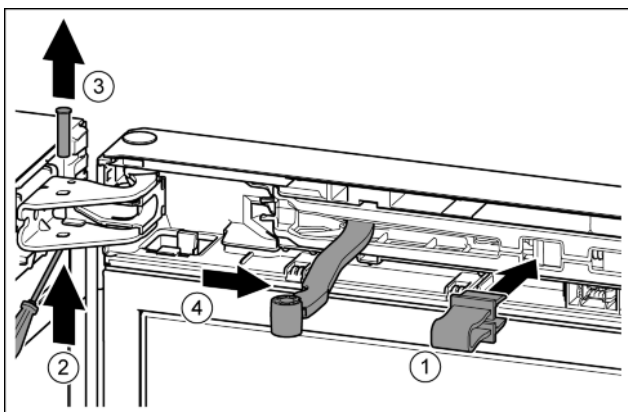

Fig. 11
- ▶ Зафиксировать предохранитель. Fig. 11 (1)
- ▶ Выкрутить палец при помощи отвертки. Fig. 11 (2)
- ▶ Извлечь палец движением вверх. Fig. 11 (3)
- ▶ Повернуть шарнир в направлении двери. Fig. 11 (4)